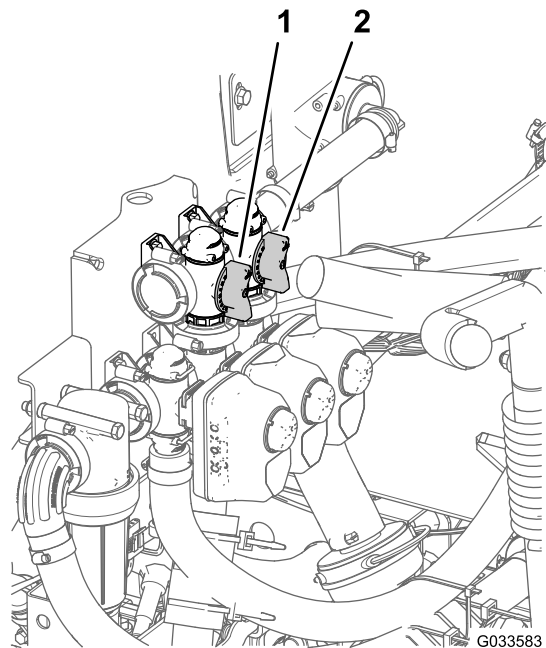

Figure 87
11. Réglez la vanne de dérivation (Figure 87) à l'arrière de la vanne d'agitation jusqu'à ce que la pression indiquée au manomètre soit 6,9 bar (100 psi).
- **Modèle HDX-Auto** – sélectionnez la position stationnement (P).
8. Tournez plus ou moins la poignée de la vanne de dérivation générale des sections pour réguler l'agitation à l'intérieur de la cuve (Figure 87).